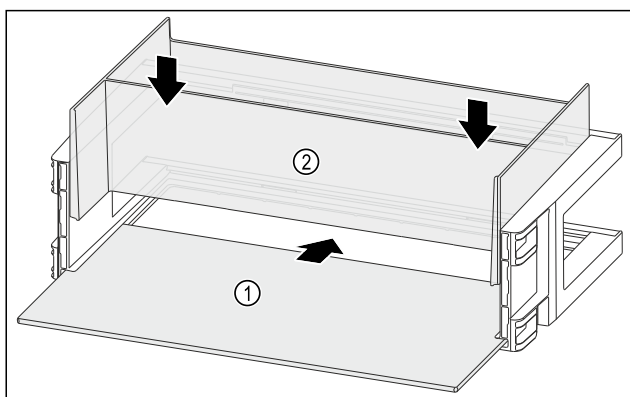

Fig. 124
- Посуньте полицю Fig. 124 (1) у бічні пази.
- Вставте організатор Fig. 124 (2).